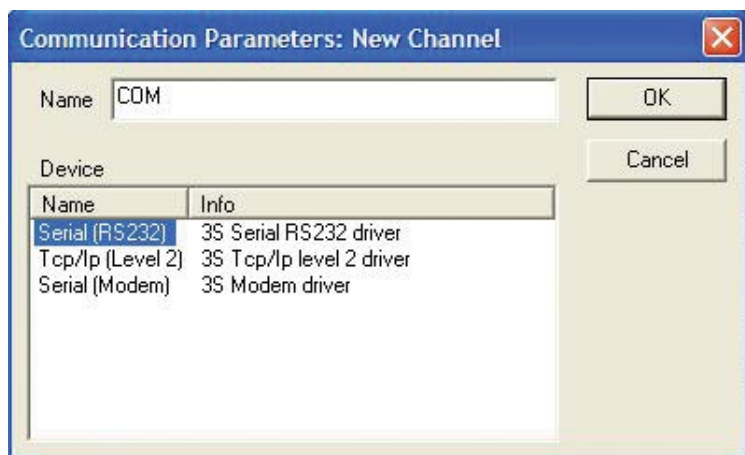

Рисунок 15.16 - создание соединения через RS-232.
18) Задать любое имя в поле «Name», например «COM», выбрать «Serial (RS232)», нажать кнопку «OK» (см. Рисунок 15.16);